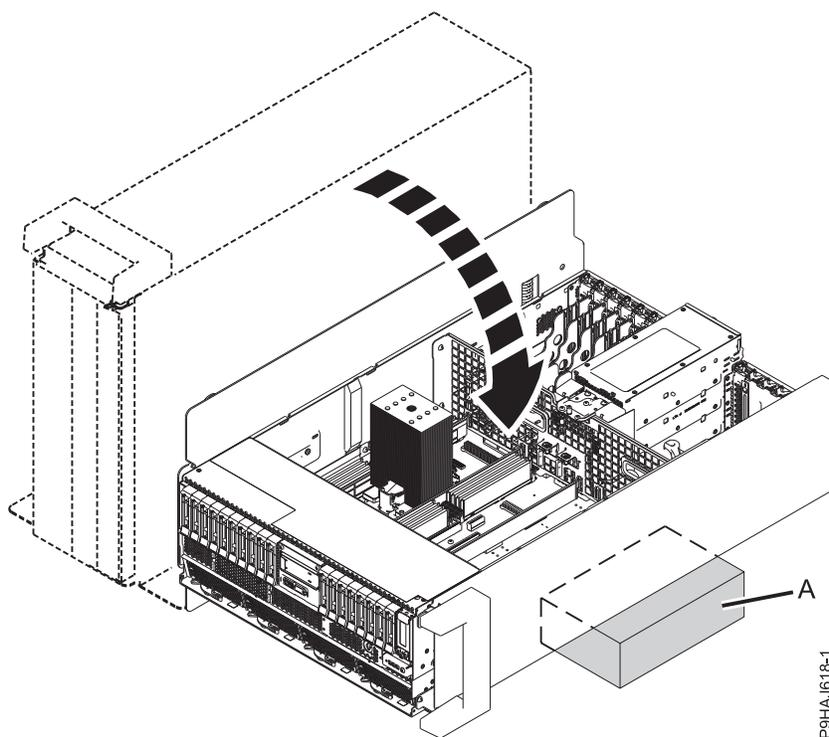

Figure 69. Inclinaison du système autonome en position horizontale
- d. Inclinez avec précaution le système autonome en le ramenant de sa position verticale à une position horizontale. Positionnez le système avec la zone de service ouverte vers le haut, et avec un support de 3 cm (A) le long de son bord supérieur, comme illustré dans la figure 69. Le support (A) permet d'empêcher que la poignée en plastique soit endommagée.